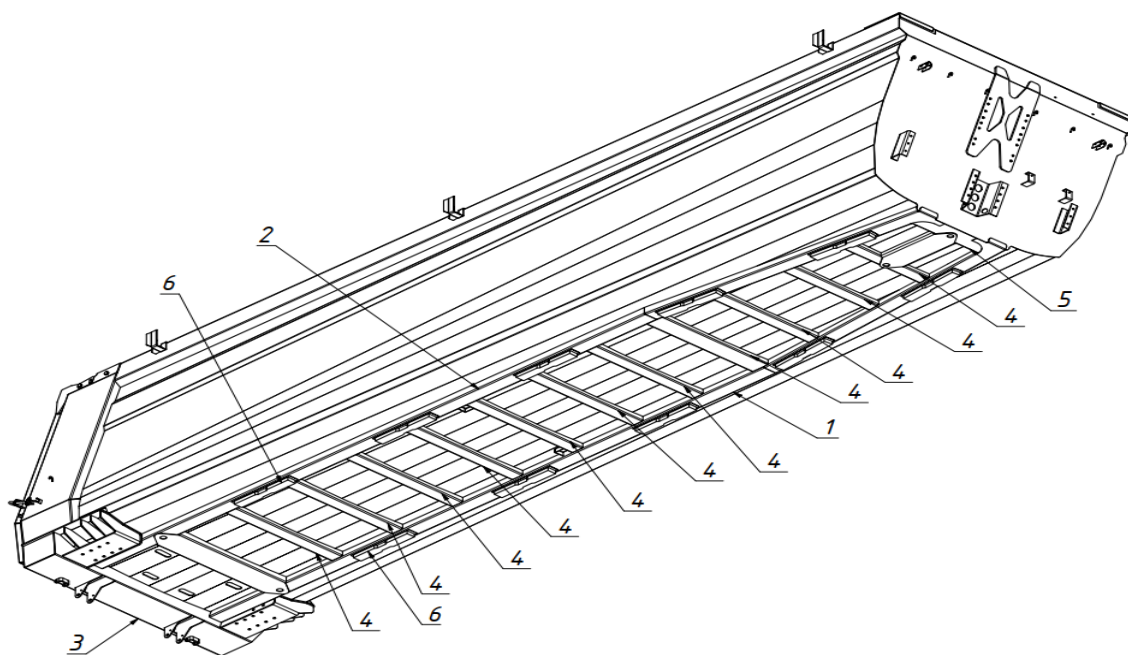

Рис. 1.20 – Основание кузова
Основание кузова (рис. 1.20) состоит из левого (1) и правого (2) лонжеронов, связанных задней (3), средними (4) и передней торцевой (5) поперечинами. На лонжеронах установлены резинометаллические накладки (6).